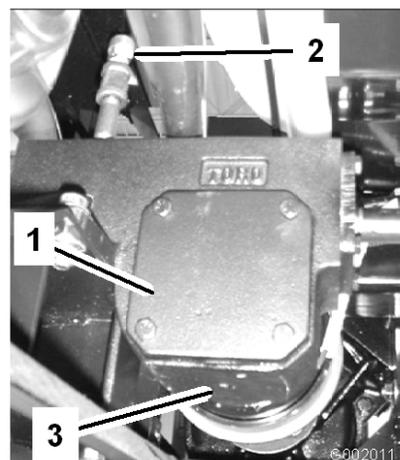

Figura 70
- Coloque um recipiente de escoamento debaixo do bujão de drenagem da caixa de velocidades da accionamento da bomba (Figura 70).
- Retire o bujão de enchimento e escoamento (Figura 70), para permitir a drenagem do óleo para o recipiente.